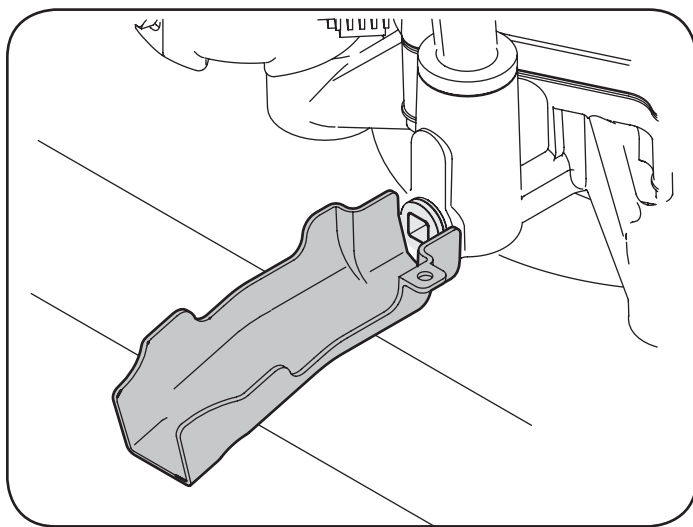

Figura 27
2. Coloque el extremo pequeño de la manga de drenado en el cárter de aceite. Vea la Figura 27.